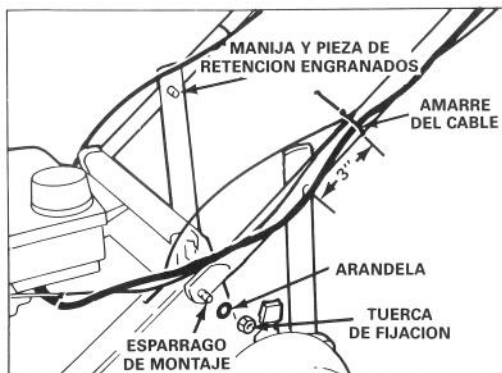

Figura 1
1. Extender los extremos de la manija hasta que se acoplen en los espárragos de montaje de la caja de la cortadora de césped (Figura 1).
2. Acoplar ambos lados de la manija a los espárragos de montaje con una arandela y una tuerca de fijación (Figura 1).
para acoplar los espárragos de la barra de empuje en el agujero central en ambas piezas de retención (Figura 1).
5. Asegurar los cables de control a cada lado de la manija a unos 7,5 cm por encima de los espárragos de la manija (Figura 1).